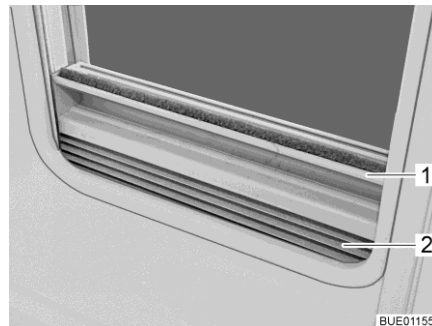

Fig. 74 Estor plegable
- Sujetar el estor plegable (Fig. 74,2) por el centro del agarradero (Fig. 74,1), tirar de abajo a arriba y soltarla a la altura deseada. El estor plegable se queda fijo a esta altura.